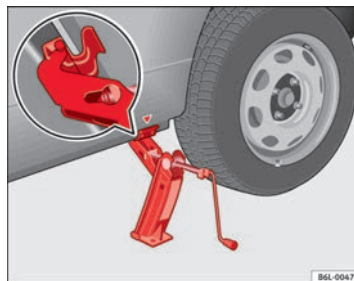

Fig. 139 Mise en place du cric
- Positionnez le cric de sorte que son crochet entoure la nervure du bas de caisse et que la base mobile soit appuyée bien à plat sur le sol ⇒ fig. 139.